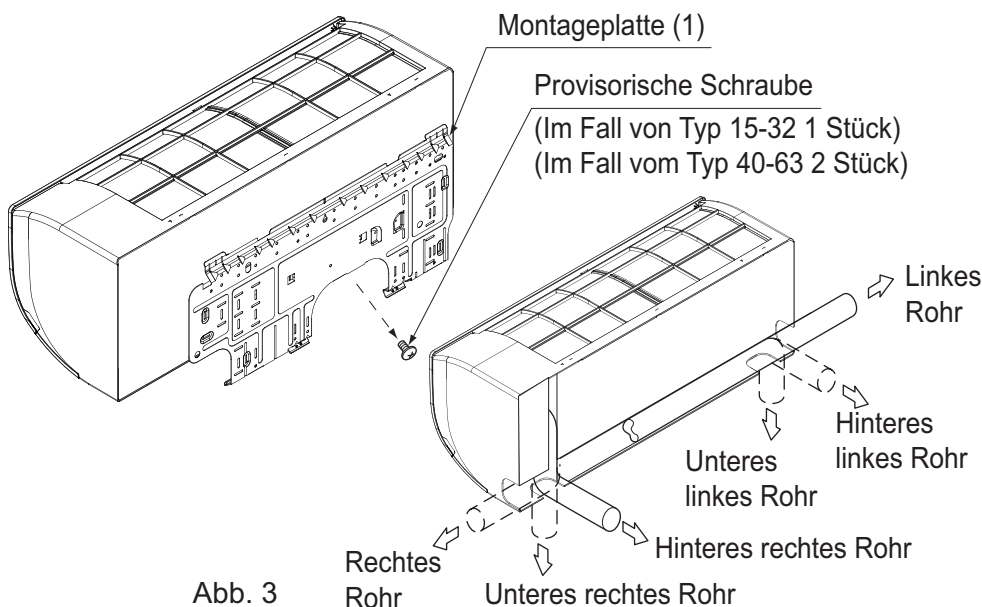

Abb. 3
(1) Öffnen der Rohrleitungs-Durchlassöffnung.
- Die Kühlmittelleitung wie auch die Ablaufleitung können in eine der folgenden 6 Richtungen herausgeführt werden: links, unten links, auf der Rückseite links, rechts, unten rechts und auf der Rückseite rechts. (Siehe Abb. 3)
(2) Nehmen Sie die Montageplatte (1) des Geräts ab und befestigen Sie diese an der Wand.
(Die Montageplatte ist provisorisch mit Schrauben an dem Gerät befestigt.) (Siehe Abb. 3)